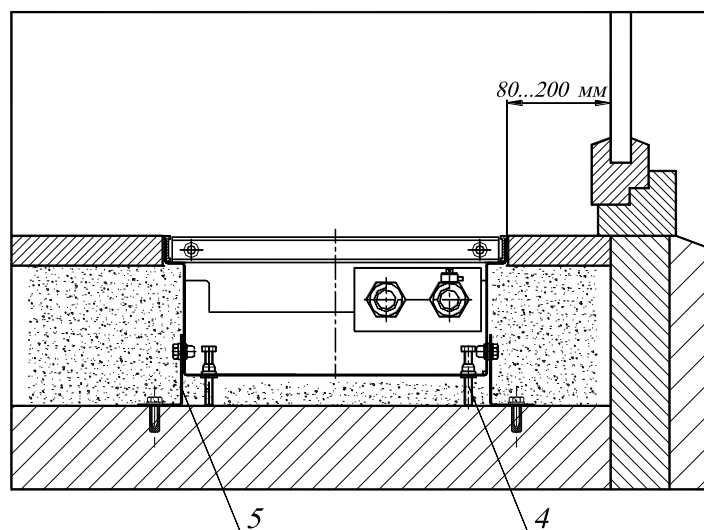

Рис.2
6.2. Конвектор монтируется в пол, для этого необходимо установить конвектор или его секции в заранее подготовленный канал в полу и выставить их по уровню пола, с помощью упорных болтов 5. Для конвектора длиной более 3 м соединить секции конвектора между собой болтами с гайками. Закрепить конвектор опорами 6 к черновому полу (см. Рис.2).